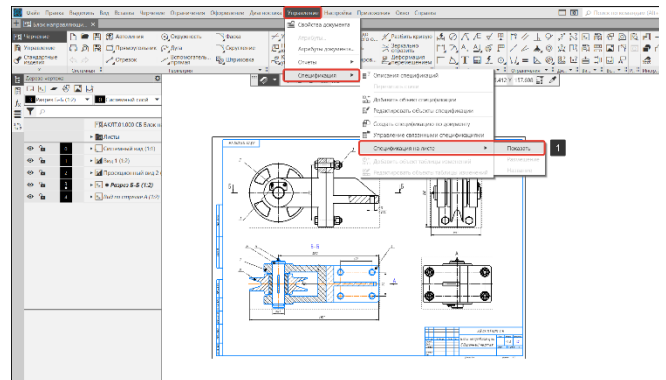

Рисунок 404 – Спецификация на листе
На Рисунок 404 показан готовый сборочный чертеж.
- Покажем спецификацию на листе (1) (Рисунок 404);